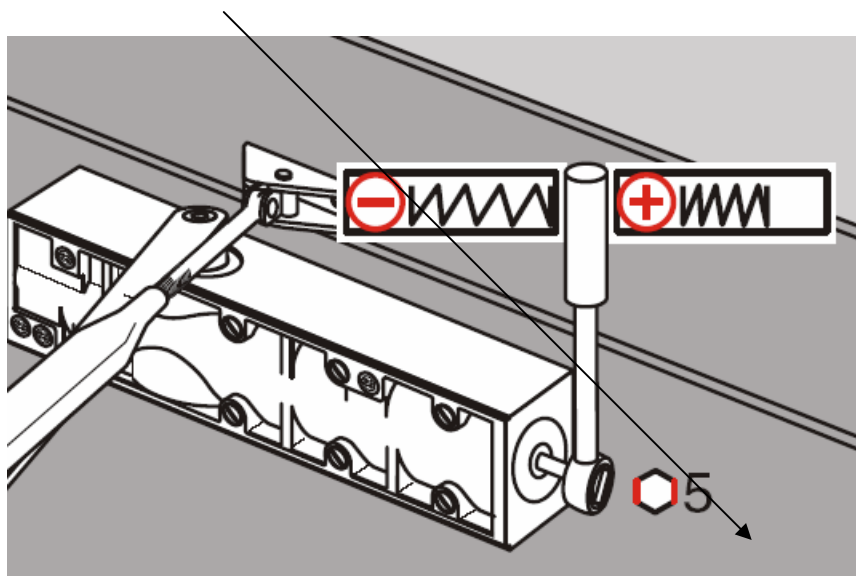

Рис. 10. Регулировка усилия доводчика DORMA TS73V.
Регулировка усилия доводчика осуществляется предварительным сжатием пружины с помощью регулировочного винта (рис. 10),
7. Как показано на **Рис. 10**, установите необходимое усилие закрывания двери.